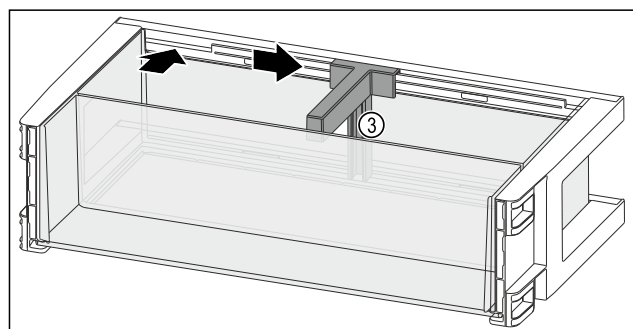

Fig. 147
- Insérer le range-bouteilles Fig. 147 (3) dans l'évidement.
- Pousser le range-bouteilles Fig. 147 (3) sur le côté en position souhaitée.